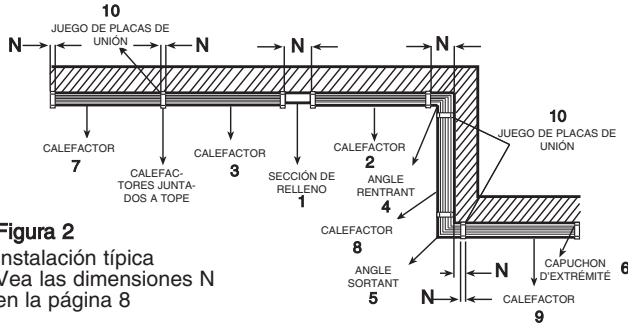

Figura 2
Antes de comenzar una instalación del tipo de pared a pared identifique las dimensiones de la sección de calefactores y la longitud de pared adicional requeridas para los accesorios de extensión (Figura 2). Asegúrese de que todos los calefactores y accesorios necesarios estén a mano y tengan el acabado correcto.
Nota: en cada caja de conexiones se proporcionan agujeros de montaje pre-perforados de 6.4 mm (1/4") de diámetro. Estos agujeros pueden utilizarse únicamente cuando no se vaya a instalar ningún accesorio deslizante en ese extremo del calefactor, como cuando se juntan calefactores a tope (3 y 7) según se muestra en la Figura 2. Se deberán perforar agujeros de montaje adicionales en el gabinete para sostener el peso de los calefactores más largos (de 1.83 m / 6 pies o mayores). No perforo agujeros adicionales en las cajas de conexiones.
- Monte el calefactor (2, Figura 2) contra la pared mediante tornillos, pernos o anclajes (a suministrar por el instalador) que sean adecuados para la construcción de la pared.
- Extienda el gabinete del calefactor (3) sobre la sección de relleno (1) en la cantidad deseada, y monte el gabinete en la pared.
- Extienda el gabinete del calefactor (8) sobre la sección de esquina (4) en la cantidad deseada, y monte el gabinete en la pared.